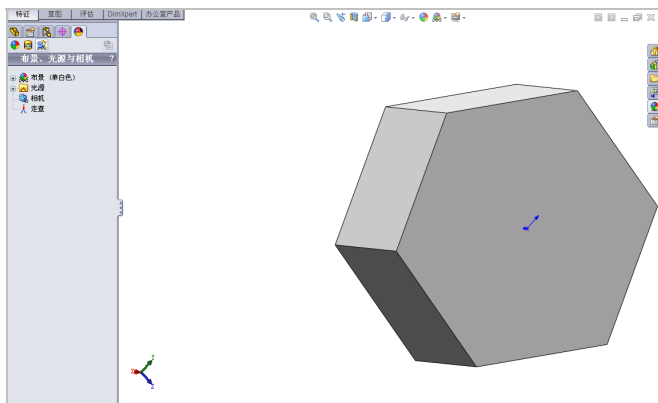

图 1-21 平移视图对象
(3) 此时鼠标指针呈平移状态, 向右移动鼠标指针至合适的位置, 单击鼠标左键, 即可平移视图对象, 效果如图 1-21 所示。